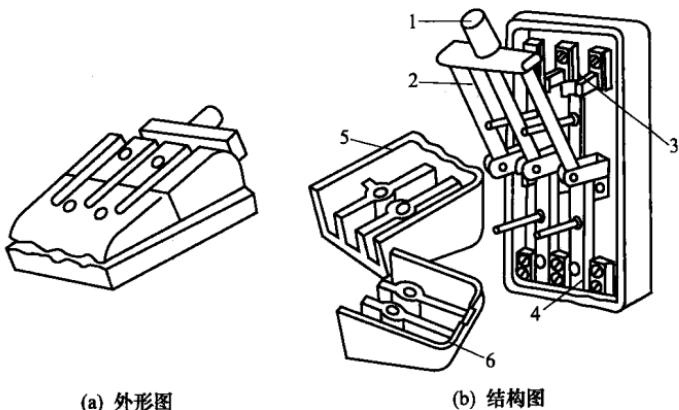

图 1-1 HK2 开启式负荷开关
① 开启式负荷开关。开启式负荷开关（又称胶盖刀开关）主要用于额定电压在 380V 以下、电流在 60A 以下的交流电路中，作一般电灯、电阻和电热等回路的控制开关，不频繁地带负荷操作和作短路保护用。它主要由瓷质底座、静触座、接装熔丝的接头、上胶盖、下胶盖、带瓷质手柄的闸刀等组成，如图 1-1 所示。
② 封闭式负荷开关。封闭式负荷开关（又称铁壳开关）适用于额定电压 500V 以下、额定电流 200A 以下的电气装置和配电设备中，作不频繁接通、分断负荷电路及短路保护，也可以作异步电动机不频繁直接启动及分断用。该种开关有灭弧装置，并有防护外